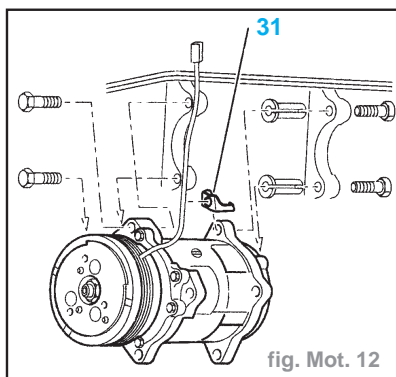

fig. Mot. 12
- Reposer le compresseur en respectant les empilages des pièces (fig. Mot. 12).
- Attention** : l'écrou anti-rotation (31) fixe le compresseur en partie arrière supérieure.